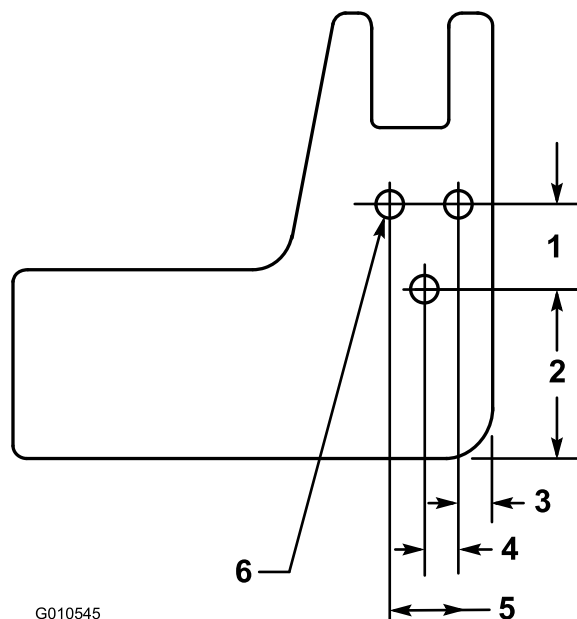

Figure 7
**Remarque:** Si les trous de montage du berceau arrière ne figurent pas sur les bras de relevage, servez-vous des dimensions indiquées à la Figure 7 pour repérer, marquer et percer les 3 trous (10,31 mm de diamètre) requis dans chaque bras de relevage.